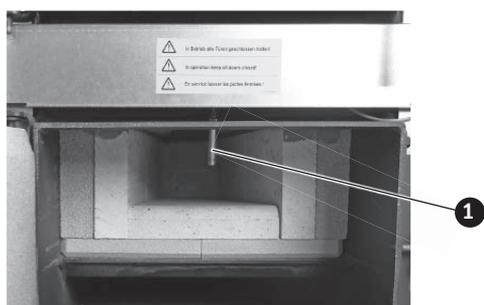

Fig. 40 Nettoyage de la sonde Thermocontrol
- ▶ Éliminer toute trace de suie présente sur la sonde Thermocontrol à l'aide d'un pinceau ou d'un chiffon doux – Fig. 40.